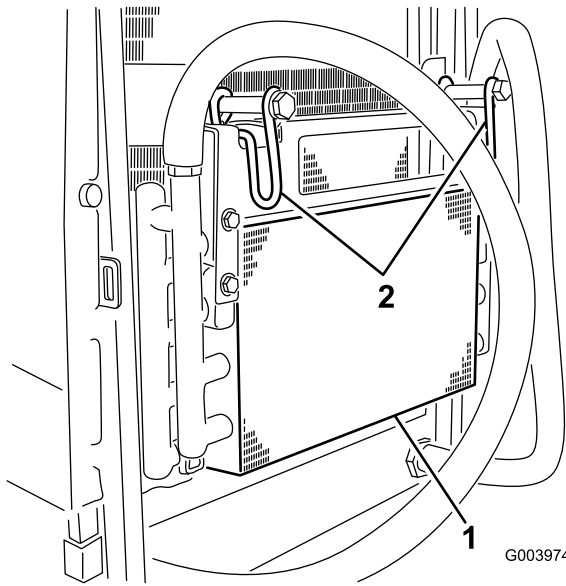

図 72
- オイル・クーラのラッチを内側に倒してオイル・クーラを外す (図 72)